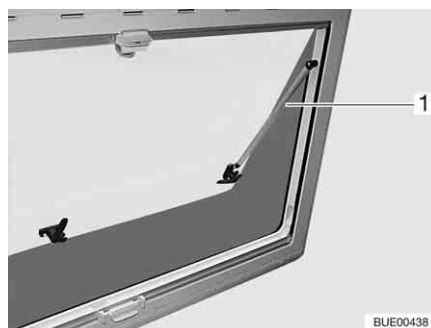

Fig. 46 Finestra apribile con deflettore automatico
- Aprire la finestra apribile fino al punto di arresto desiderato. Il deflettore automatico (Fig. 46,1) si innesta automaticamente in posizione.